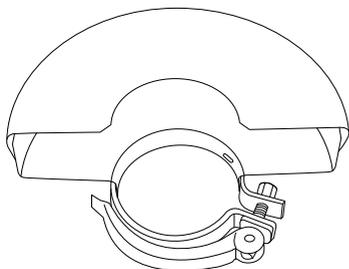

Fig. 4, Proteção para corte (13)
- > Utilize a proteção fechada (13) para cortar (Fig. 4).